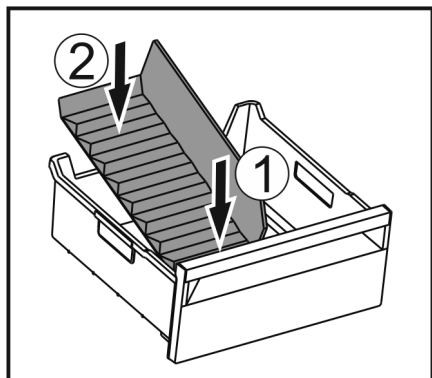

Fig. 107
- ▶ Vložte přední část přepážky přihrádky na led. Fig. 107 (1)
- ▶ Zadní část přepážky přihrádky na led spusťte až na dno zásuvky. Fig. 107 (2)